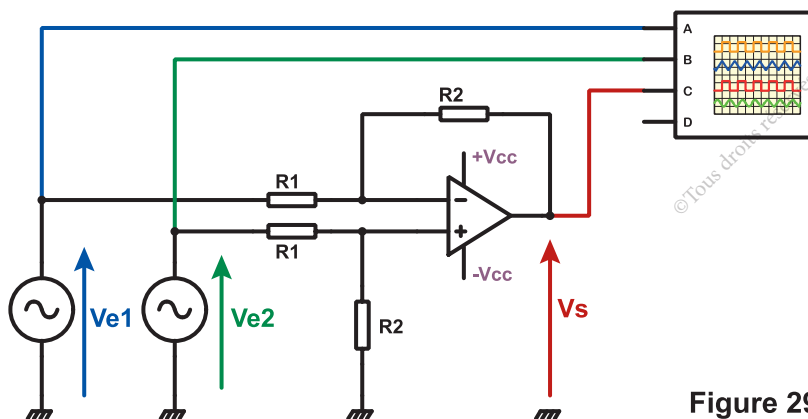

Figure 29
1.1. A l'aide d'un logiciel de simulation, d'un simulateur ou d'une maquette, câbler le montage de la figure 29.